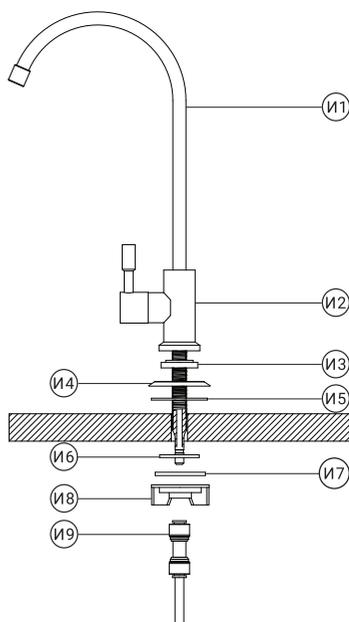

Рис. 10
2. Удалите транспортную заглушку и произведите монтаж крана (рис. 10) в следующей последовательности: